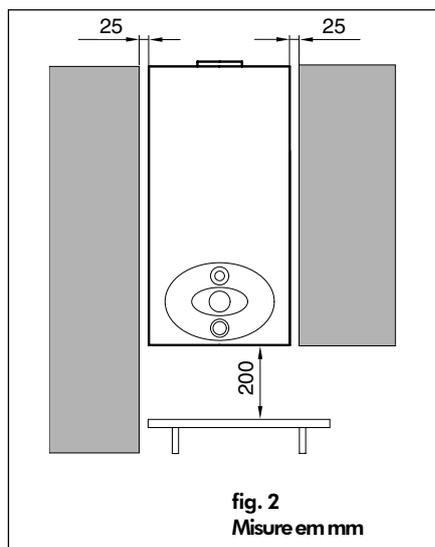

fig. 2
- para possibilitar os trabalhos de manutenção é necessário deixar à volta do aparelho as distâncias indicadas na fig. 2
- O esquentador não deve nunca ser fechado ermeticamente num móvel ou num nicho, devendo ser possível um conveniente fluxo de ar; (fig. 2)